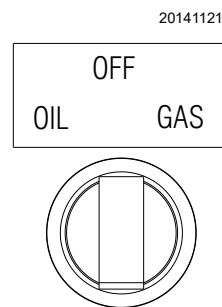

Fig. 33
- le sélecteur de combustible en position « **GAS** » (Fig. 33).